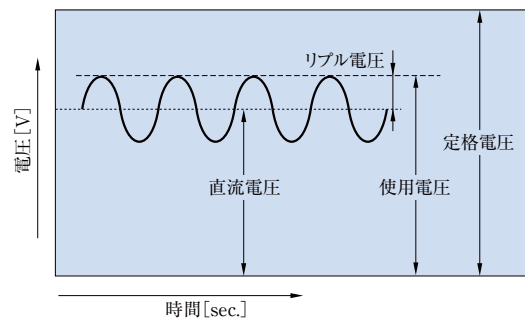

図. 2 定格電圧、使用電圧、直流電圧、リプル電圧の説明図
- 図2のように直流電圧とリプル電圧の和の尖頭値が、定格電圧を超えないようにして下さい。